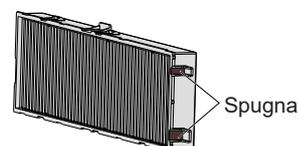

Fig. 2
2) Asciugare l'unità filtro aria. (Fig. 2)
- Quando si inserisce l'unità del filtro dell'aria, fare attenzione a non rimuovere la spugna (Fig. 2) sul lato della stessa.